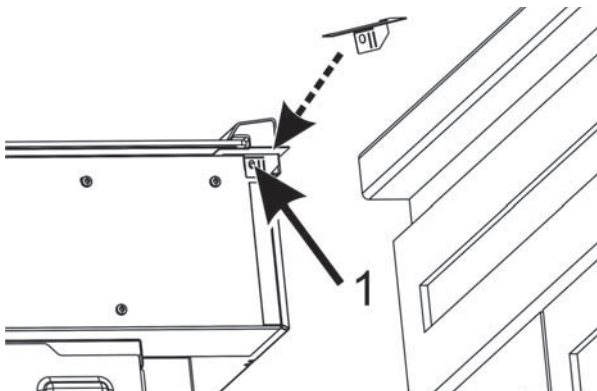

Figura 3: Colocación del protector para esquinas del lado derecho
5. Coloque la pieza de esquina derecha según se muestra (consulte la Figura 3: Colocación del protector para esquinas del lado derecho). Alinee el orificio circular del protector para esquinas con el orificio número 1.